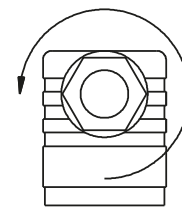

Abb. 3
- ↪ Lösen Sie die Kabelverschraubung M16x1,5 (→ Abb. 3).